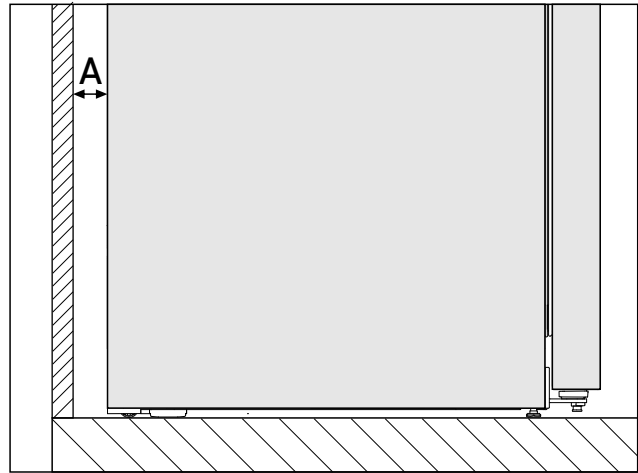

Fig. 2 *
Енергоспоживання було визначено на відстані Fig. 2 (A) між задньою стороною пристрою та стіною. Якщо відстань до стінки менше ніж Fig. 2 (A), то це не впливає на функціональність пристрою. При меншій відстані до стінки споживання електроенергії може незначно збільшуватись, а на задній стінці пристрою може утворюватись конденсат.*